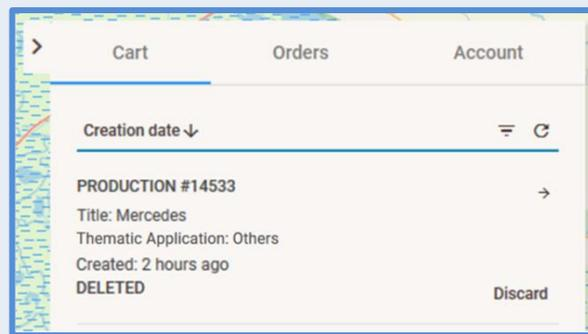

Figura 28: Ejemplo de una actualización del estado de un pedido luego de ser eliminado.
- **Borrado/Eliminación** Delete: Permite eliminar todo el pedido. La selección de esta herramienta elimina automáticamente el pedido, sin posibilidad de que sea recuperado. El pedido pasa a ser identificado con el estado **DELETED** (Borrado) y se habilita la opción **Discard** (Descartar), para descartarlo de la lista de pedidos (ver Figura 28).